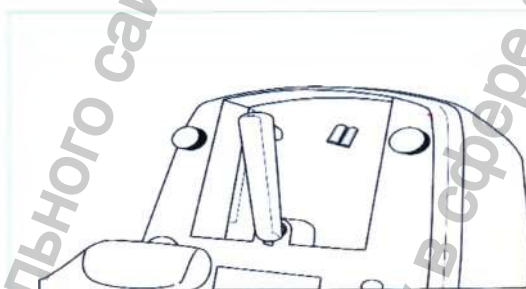

Рис.3.
5. Аккуратно зафиксируйте ключ в шестигранном отверстии полностью как показано на рис. 3.